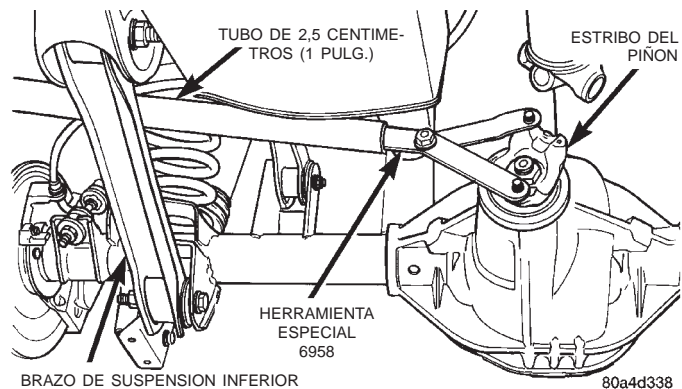

Fig. 44 Herramienta de sujeción del estribo del piñón
(1) Retire el conjunto del diferencial de la caja del eje.
(2) Marque el eje propulsor y el estribo del piñón como referencia para la alineación durante la instalación.
(3) Desconecte el eje propulsor del estribo del piñón. Con un alambre apropiado, ate el eje propulsor a los bajos de la carrocería.
(4) Utilizando la herramienta de sujeción 6958 para sujetar el estribo o la brida y un pequeño tramo de tubo de 2,5 cm (1 pulg.), retire la arandela y la tuerca del estribo del piñón (Fig. 44).